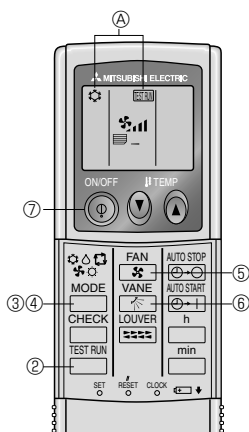

Fig. 7-2
7.2.2. Uso del comando a distanza senza filo (Fig. 7-2)
- ① Attivare l'alimentazione almeno 12 ore prima della prova di funzionamento.
- ② Premere due volte continuamente il pulsante (Avviare questa operazione con il display del comando a distanza spento.)
- ③ Premere il pulsante per attivare il modo e controllare poi se l'aria fredda viene soffiata dalla sezione interna.
- ④ Premere il pulsante per attivare il modo e controllare se l'aria riscaldata viene soffiata dall'unità.
- ⑤ Premere il pulsante e verificare se la velocità del ventilatore cambia.
- ⑥ Premere il tasto e controllare se le alette automatiche si muovono correttamente.
- ⑦ Premere il pulsante di accensione/spegnimento ON/OFF per arrestare la prova di funzionamento.